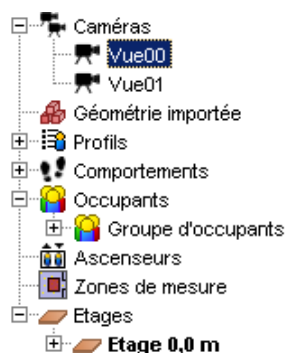

Figure 8.1 : créer une vue
- Dans la **Vue de navigation**, cliquez avec le bouton droit sur **Vues**, puis choisissez **Nouvelle vue**. Une nouvelle vue s'affiche dans le volet de navigation, comme illustré à la figure 8.1.